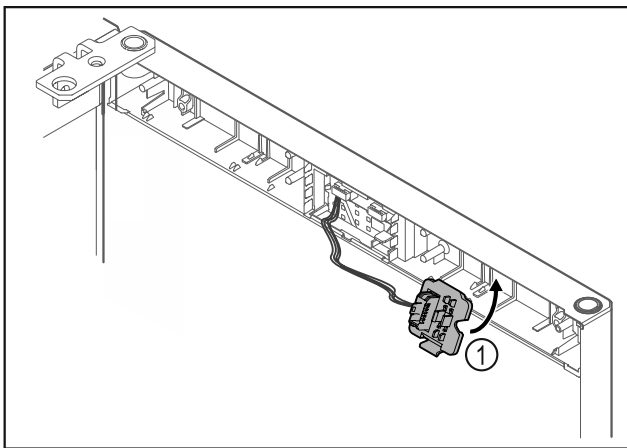

Fig. 21
- ▶ Accrocher le support de connecteur Fig. 21 (1) de l'autre côté.